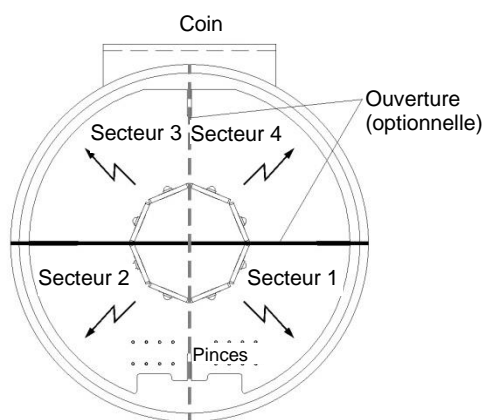

Figure 2 - Répartition sectorielle du rayonnement lumineux
Le signal d'avertissement optique est généré après l'application de la tension de fonctionnement selon trois modes en option (flash, clignotant et mode lumière panoramique) et est émis grâce à de 16 DELs. Ceux-ci sont répartis horizontalement dans deux plans. 4 DELs forment toujours un secteur. Il est possible de désactiver un ou deux des quatre secteurs, voir Figure 2 - Répartition sectorielle du rayonnement lumineux. Cela peut être utilisé pour minimiser la consommation d'énergie pour des directions de rayonnement inutiles ou pour éviter des erreurs de transmission ou l'éblouissement. Les modes de fonctionnement, la désactivation du secteur et l'activation d'une éventuelle réduction nocturne de l'intensité lumineuse peuvent être configurés au moyen de commutateurs DIP. La réduction nocturne de l'intensité lumineuse devient efficace dans un environnement sombre <50 lux.
- L'émission de lumière est divisée en 4 secteurs (voir Figure 2 - Répartition sectorielle du rayonnement lumineux). Chaque secteur peut être désactivé individuellement. Cependant, il est impossible d'éteindre plus de 2 secteurs simultanément. Dans ce cas, le réglage est ignoré et tous les secteurs sont activés. Cela garantit qu'au moins 2 secteurs sont toujours actifs quelle que soit la position du commutateur.